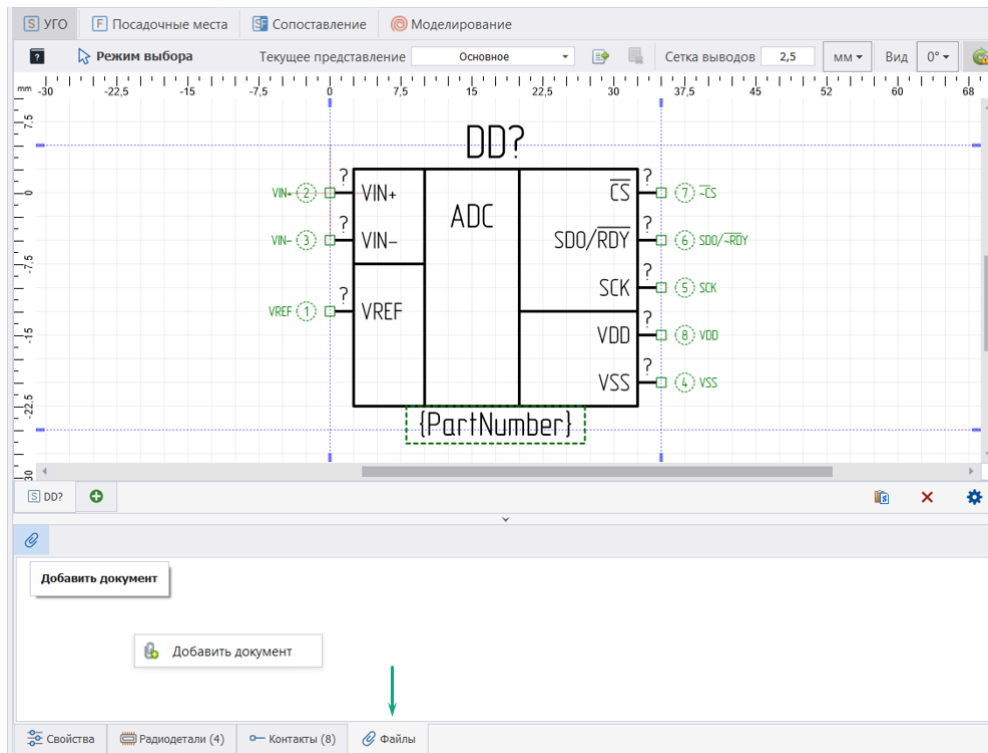

Рис. 311 Добавление файла данных
1. Нажать иконку  «Добавить документ» вкладки «Файлы» редактора компонентов, см. Рис. 311.
Альтернативный способ добавить документ – поместить курсор на свободное место области вкладки «Файлы» и выбрать из контекстного меню команду «Добавить документ», см. Рис. 311.